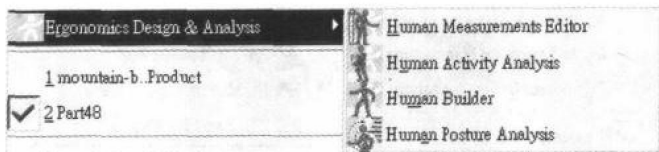

图 1.17
- **Ergonomics Design & Analysis:** 提供人体模型, 并可对产品进行的人体空间分析, 如图 1.17 所示。